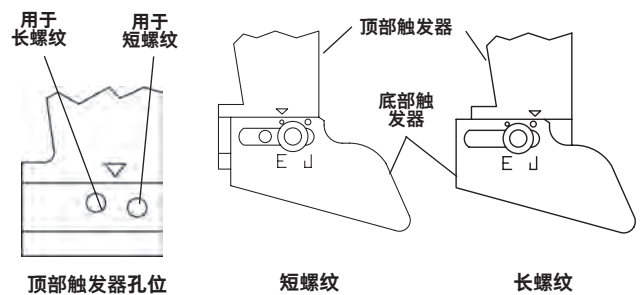

图 18 - 调整螺纹长度
2. 对于短螺纹，将底部触发器移向机器主轴。对于长螺纹，移离主轴（见图 18 - 所示为出厂设置）。远东地区喜好长螺纹，欧洲喜好短螺纹。请根据需要设置。